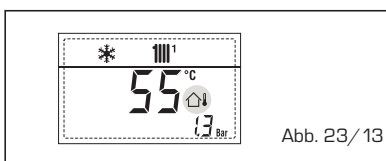

Abb. 23/13
- EINGRIFF SICHERHEITSTHERMOSTAT VOR MISCHBEREICH "ALL 20" (Abb. 23/14)